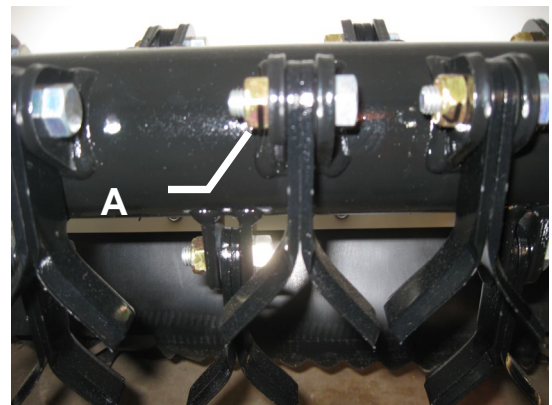

Figure 18
- Echange des lames : Dévissez le boulon (Figure 18).